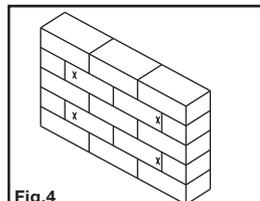

Fig.4
- Percez quatre trous de 8 mm (5/16 po) dans le mur en utilisant le gabarit comme référence. Retirez l'excès de poussière des trous. (voir fig. 4).